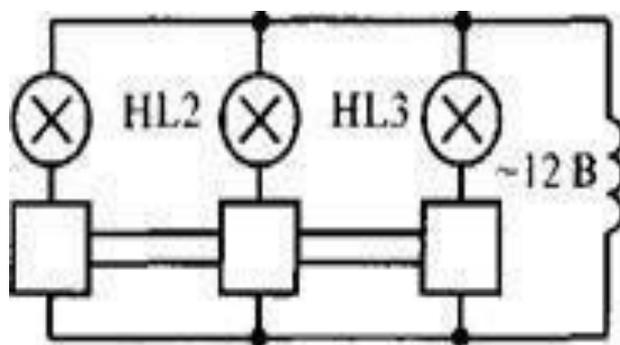

Рис. 4.1. Схема для проверки одновременности замыкания контактов
6. Собрать схему для проверки одновременности замыкания контактов (рис. 4.1).